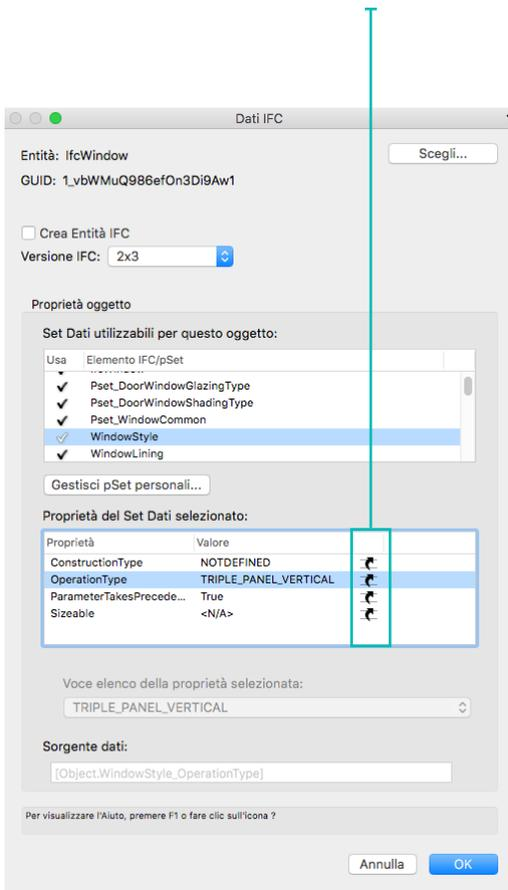

FIGURA 4C
- Le proprietà o i valori per i pSet selezionati e se il valore sia applicato **per oggetto** o **per stile** (FIGURA 4C).